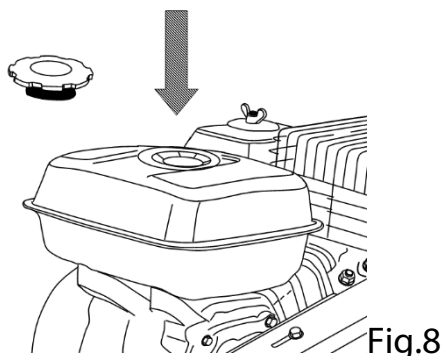

Fig.8
Controllo del livello del carburante e rifornimento (Fig. 8)
1. Svitare il tappo del serbatoio del carburante e rimuoverlo (Fig. 8).